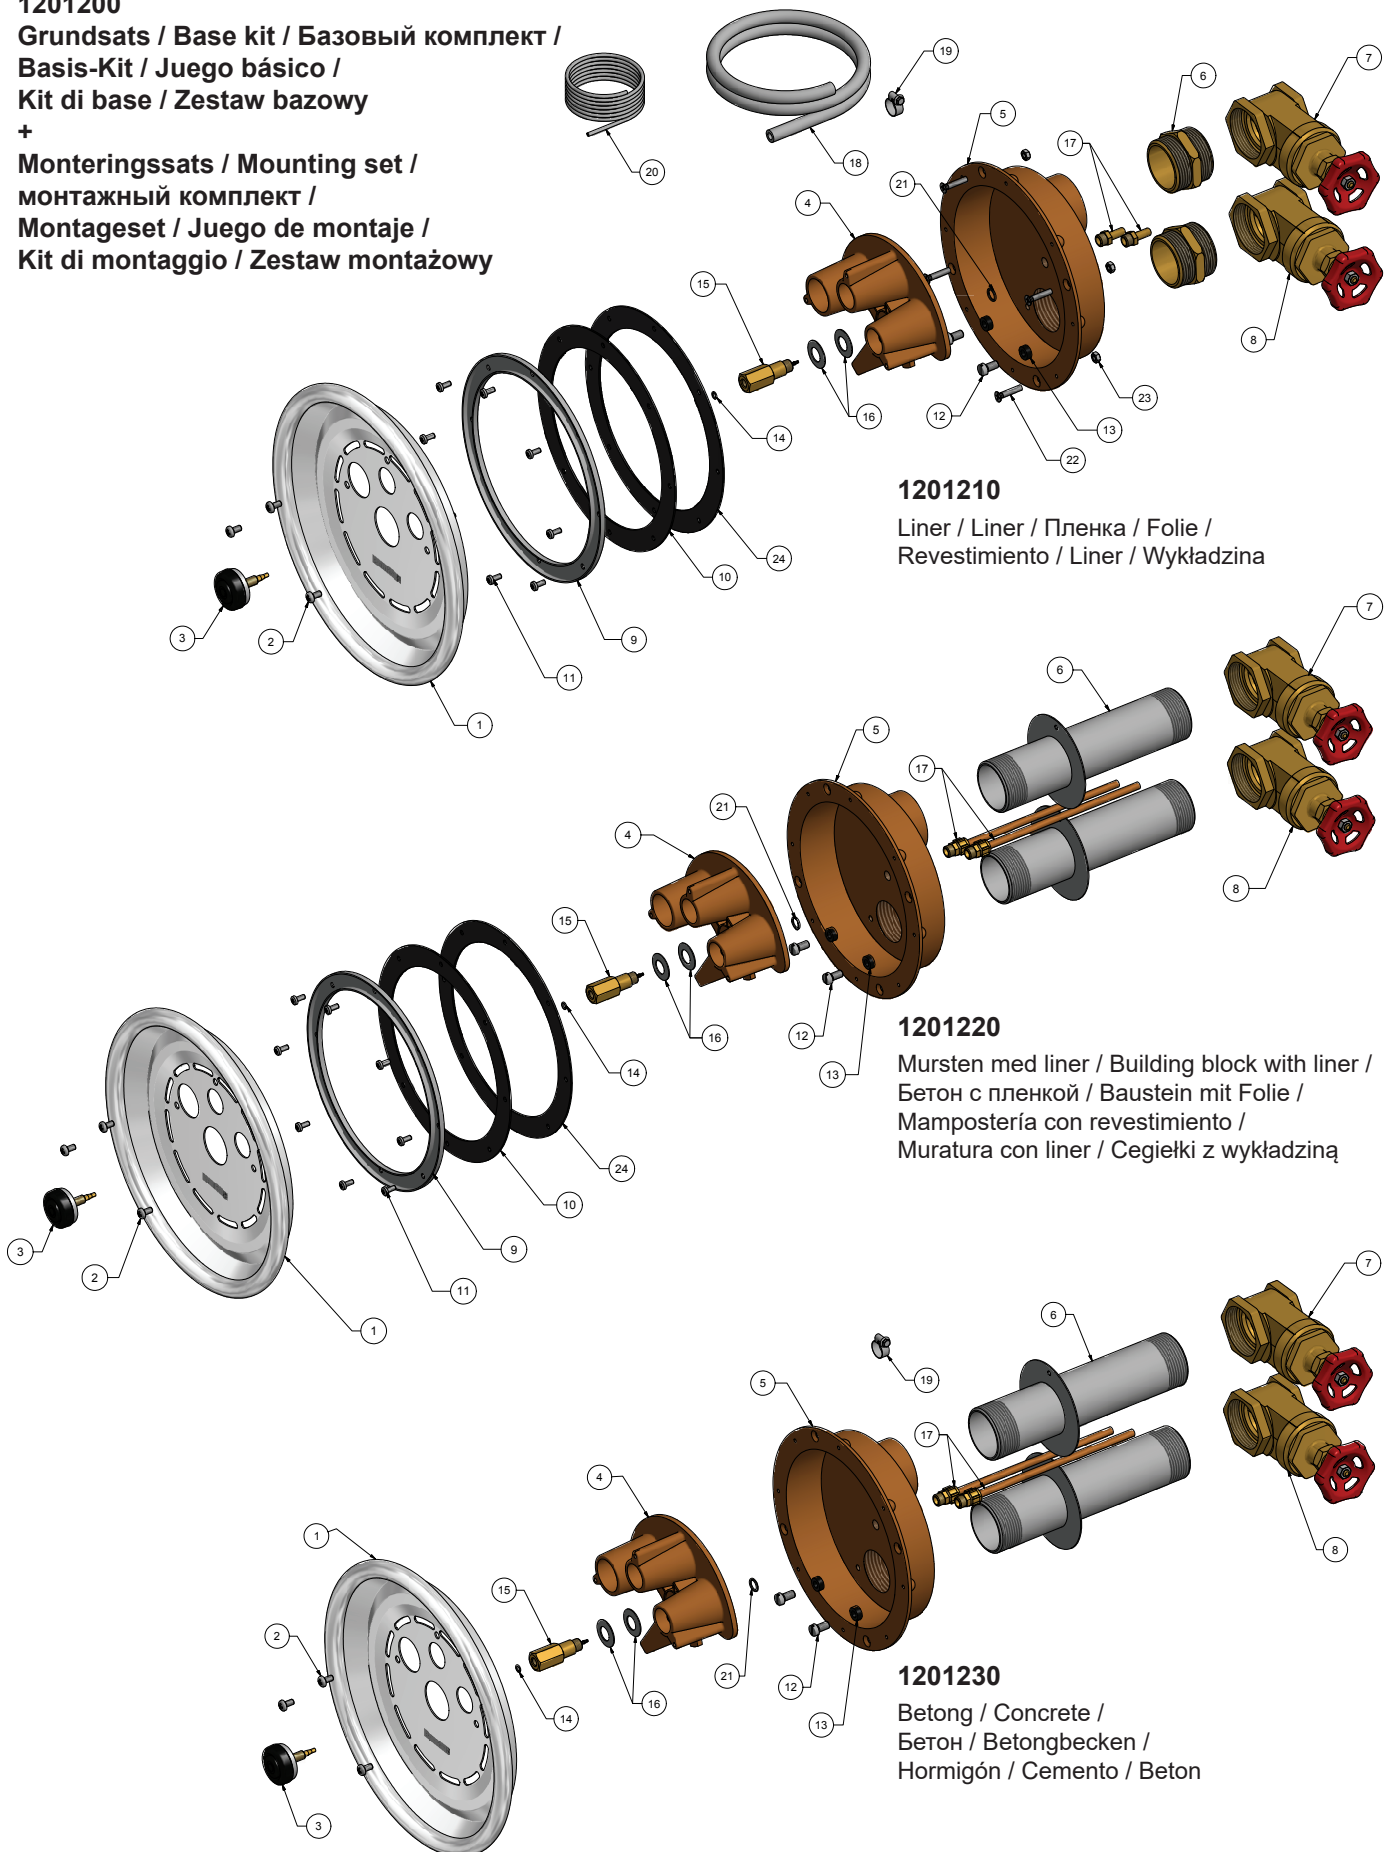

Rysunek 1.
8. Upewnij się, że kierunek obrotów pompy jest zgodny z systemem. Otwórz zawory. Całkowicie wypełnij pompę wodą przed uruchomieniem jej za pomocą przycisku (A na rys.1) znajdującego się na froncie ze stali nierdzewnej.
9. Front można obrócić o jeden skok w lewo lub w prawo, aby regulować przepływ wody i domieszkę powietrza w strumieniu wody – patrz rys. 1.
Przed uruchomieniem pompę należy zalać wodą. **Nigdy nie uruchamiać pompy na sucho** – grozi uszkodzeniem wewnętrznych elementów. Przed uruchomieniem upewnij się, że wszystkie zawory prowadzące do pompy i z niej są otwarte. Pompa Jet Swim jest uruchamiana i zatrzymywana impulsem powietrznym, generowanym za pomocą przycisku (A) ulokowanego na froncie ze stali nierdzewnej (patrz rys.1).
Regulacja przepływu wody i domieszki powietrza odbywa się następująco: obróć front o jeden skok w lewo lub w prawo (patrz rys. 1):